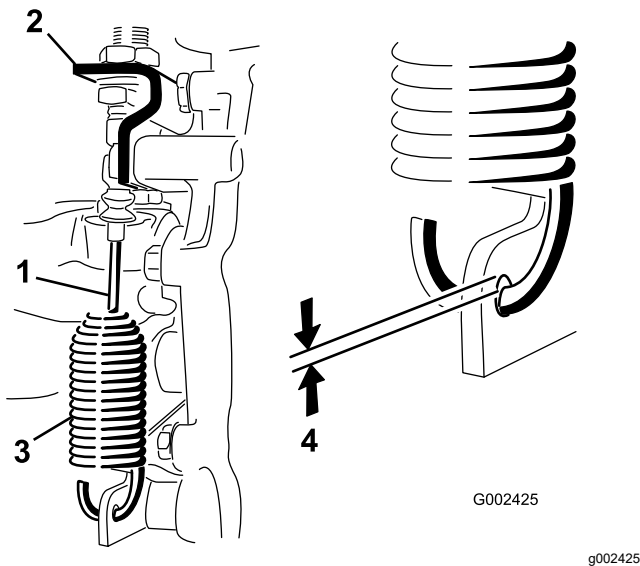

Figura 55
2. Allentate i dadi che fissano il cavo di blocco del differenziale alla staffa del transaxle (Figura 55).